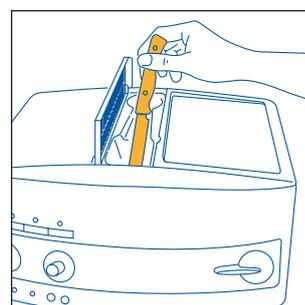

Fig.20
**NOTA 5:** Se, deitando mais de uma colher doseadora de café pré-moído, o funil ficar obstruído, empurre o café com uma faca (fig. 20) e, depois, retire e limpe o infusor e a máquina conforme descrito no parágrafo 10.2 "Limpeza do infusor".